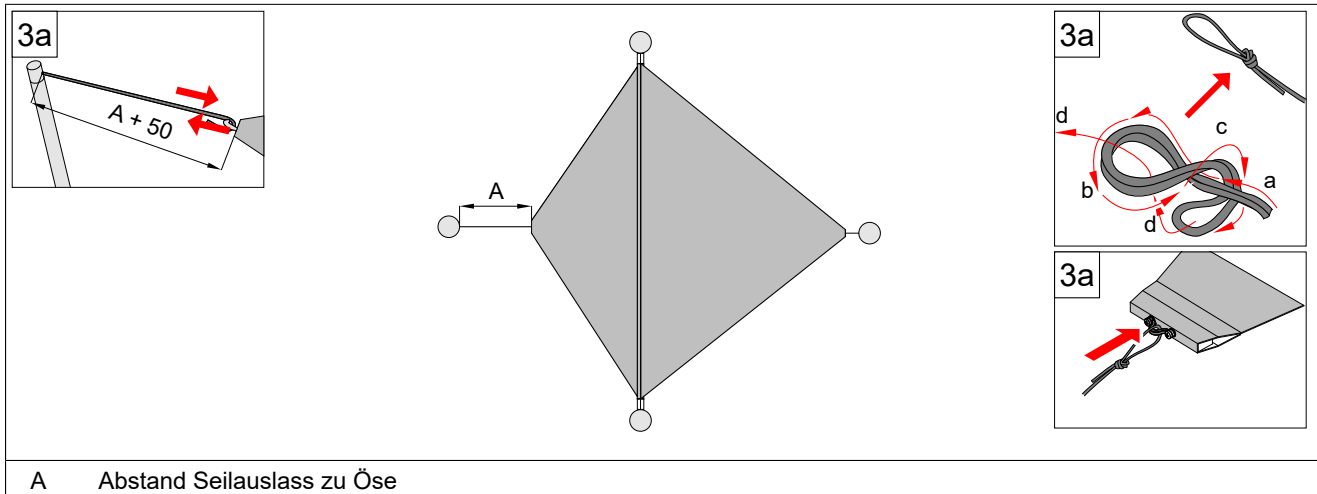

Abb. 14: Zugseil befestigen (Beispiel: asymmetrischer Ausfall - kürzere Seite)
- [3] Das Zugseil auf der kürzeren Seite direkt an der Öse am Zugstab befestigt (siehe Abb. 14/Seite 20).